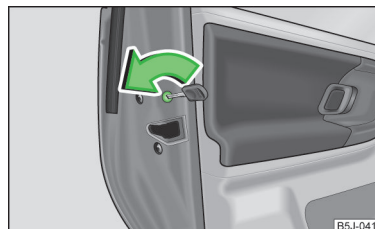

Abb. 28
- Den Schlitz der Sicherung in Pfeilrichtung drehen » Abb. 28 (bei der rechten Tür spiegelverkehrt).
- Den Schlitz der Sicherung entgegen der Pfeilrichtung drehen » Abb. 28 (bei der rechten Tür spiegelverkehrt).